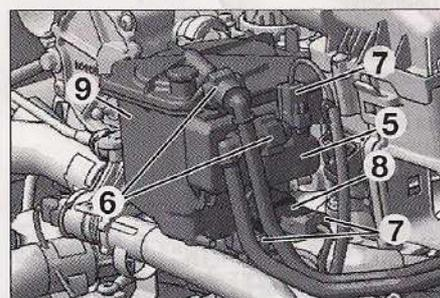

FIG. 68
- Desengrapar las tuberías (6) y (7) (Fig.68).